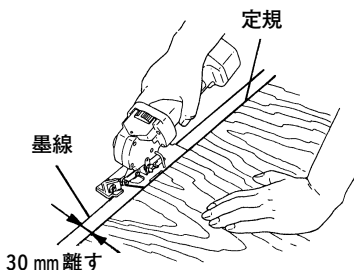

図 14
(3) 正確な直線を切る場合には、図14のように適当な材料を案内定規とし、墨線から30mm離しておきます。これにベース側面を軽く当てながら送ります。